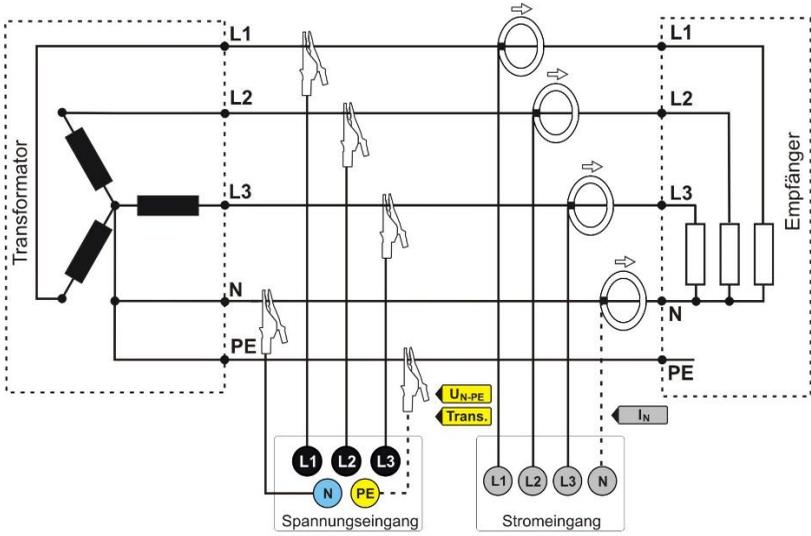

Abb. 18. Anschlussschaltbild – 3-Phasen-Stern-System mit neutraler Leitung.
- 3-Phasen des Typs Stern mit neutraler Leitung (Abb. 18),
Zur Berechnung der gesamten Scheinleistung S_e und des gesamten Leistungsfaktors PF in einem 3-Phasen-System mit 4 Leitungen, ist die Messung des Stromes der neutralen Leitung notwendig. In solch einem Fall sollte immer die Option **N-LEITER STROM** aktiviert sein und es sollten 4 Messzangen verwendet werden, siehe Abb. 18. Eine andere Möglichkeit ist das Aktivieren der analytischen Berechnung des Stromes I_N . Mehr Informationen über die Gesamtscheinleistung S_e finden Sie im Dokument „Qualität der Stromversorgung – Leitfaden“).